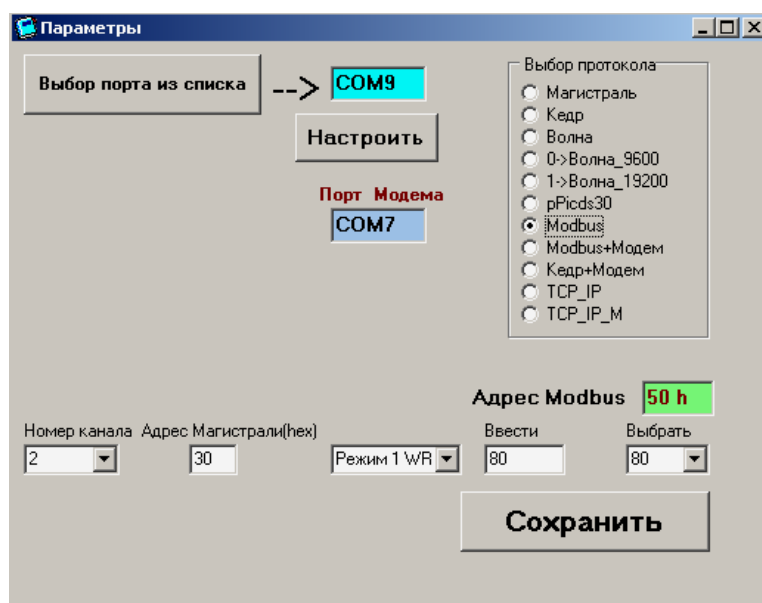

Рисунок 2.3
2.6.1 В форме «Параметры» (рисунок 2.3) установить протокол «TCP/IP» («TCP_IP»). Ввести или выбрать «Адрес Modbus». По умолчанию в системе установлен адрес 80 (50h). Нажать на кнопку «Сохранить».
2.7.1 В форме «Параметры» (рисунок 2.3) установить протокол Modbus TCP («TCP_IP_M»). Нажать на кнопку «Сохранить».